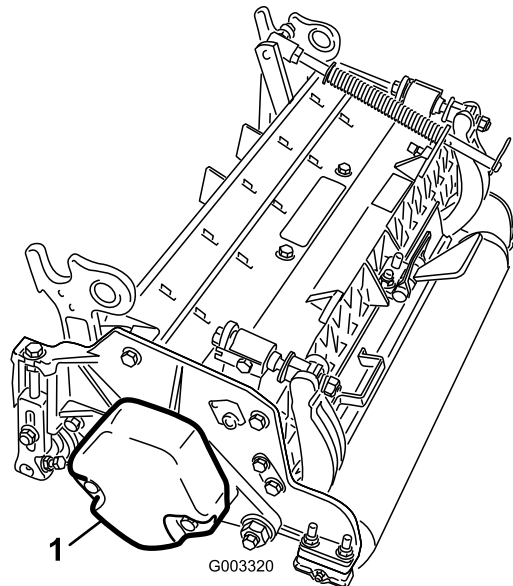

Figure 3
4. Veillez à monter le contrepoids (Figure 3) du bon côté sur chacun des unités de coupe, comme expliqué dans le *Manuel de l'utilisateur* des unités de coupe.